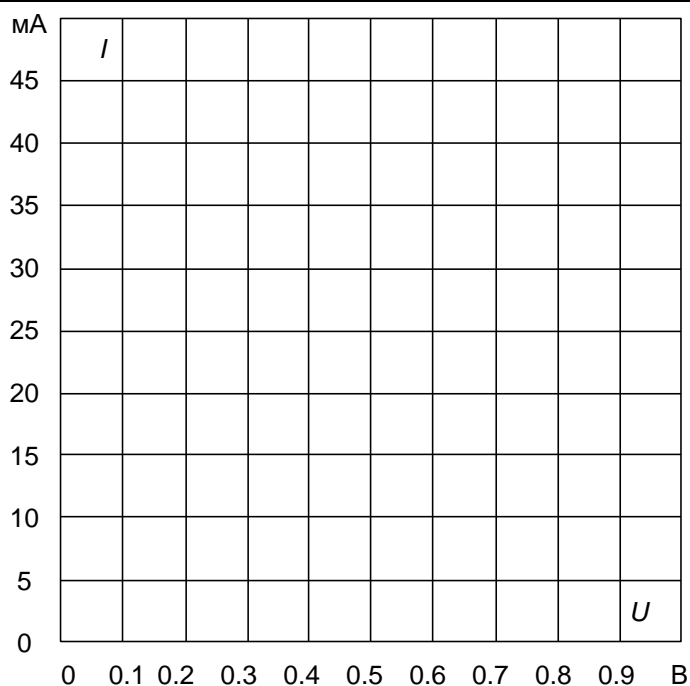

Рис. 6.4
- На рис. 6.4. постройте кривую зависимости тока от напряжения (вольт - амперную характеристику).
- Снова включите тиристор при максимальном приложенном напряжении, ток управления сделайте равным нулю и, уменьшая приложенное напряжение снимите вольтамперную характеристику (табл. 6.1.) и постройте её график (рис. 6.4.). Амперметр (A1) можно убрать из цепи и включить в цепь вольтметр (V).
- Снимите вольт - амперные характеристики при положительном и отрицательном анодном напряжениях, определите токи удержания. Результаты запишите в табл. 6.1. и постройте графики на рис. 6.4.